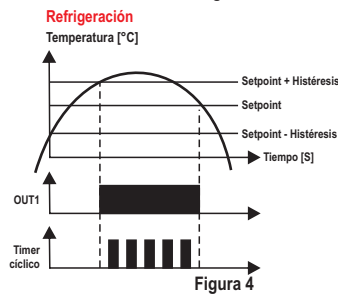

Figura 4
- Salida del timer cíclico alternando siempre que la salida de la 1ra. etapa esté conectada (F22=5): la 3ra. etapa solo alternará cuando la salida de la 1ra. etapa estuviera conectada, obedeciendo los tiempos configurados en F20 ( $\overline{[E\ 0\ n]}$ ) y F21 ( $\overline{[E\ 0\ F\ F]}$ ), como muestra la Figura 4.